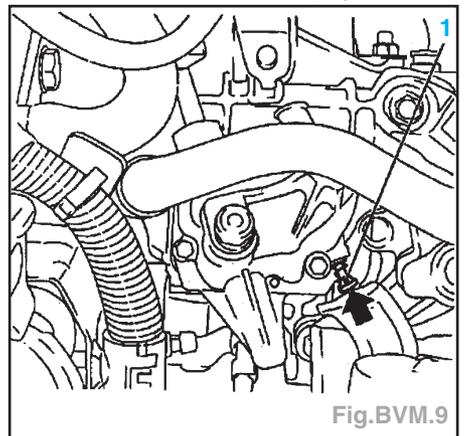

Fig.BVM.9
- Enclencher la goupille de blocage (1) dans l'orifice de réglage dans le couvercle de sélection en faisant tourner le levier de vitesses vers la gauche en direction de la 3^{ème} vitesse (Fig.BVM.9).